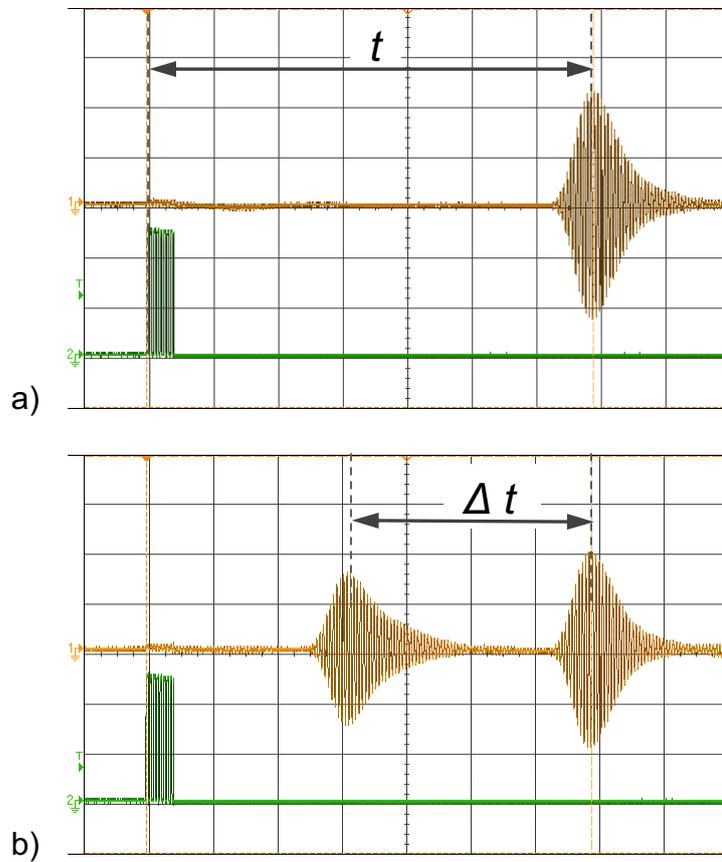

Abb. 1: Echolotsignal bei Reflexion an
- Die Verstärkung des AC-Verstärkers und die Einstellungen am Oszilloskop so anpassen, dass eine zweckmäßige Darstellung des Echolotsignals auf dem Bildschirm ähnlich wie in Abb. 1 erfolgt.
Bestimmen Sie mit Hilfe des Oszilloskops die Laufzeiten t und Δt der empfangenen Echolotsignale entsprechend Abb. 1.